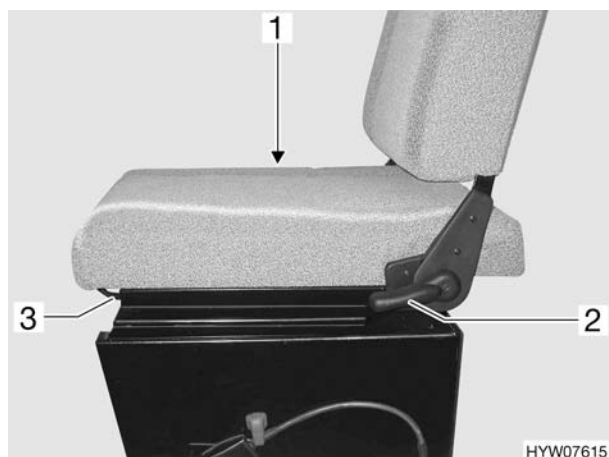

Fig. 5 Sedile Vario
- Tirare la maniglia (Fig. 5,1). È possibile ruotare il sedile Vario.
- Tirare la maniglia (Fig. 5, 2). È possibile regolare l'inclinazione dello schienale.
- Tirare la maniglia (Fig. 5,3). Il sedile Vario può essere spostato in avanti o all'indietro.